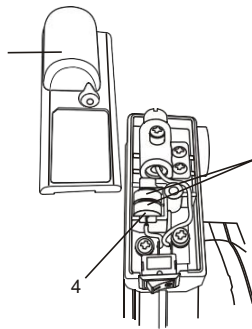

FIG. 13
3. Soulevez le capot du laser (2) du haut de l'ensemble laser (Fig. 13).
4. Retirez les deux anciennes piles (3).